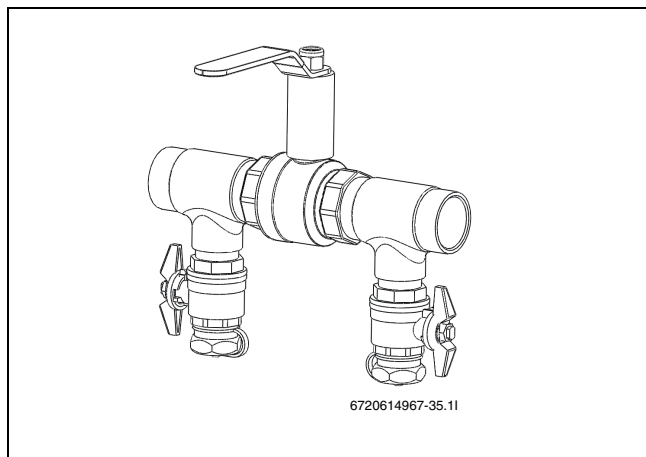

Fig. 14 Dispositivo di riempimento in posizione di riempimento
- Posizionare le valvole del dispositivo di riempimento in posizione di riempimento (→ fig. 14).